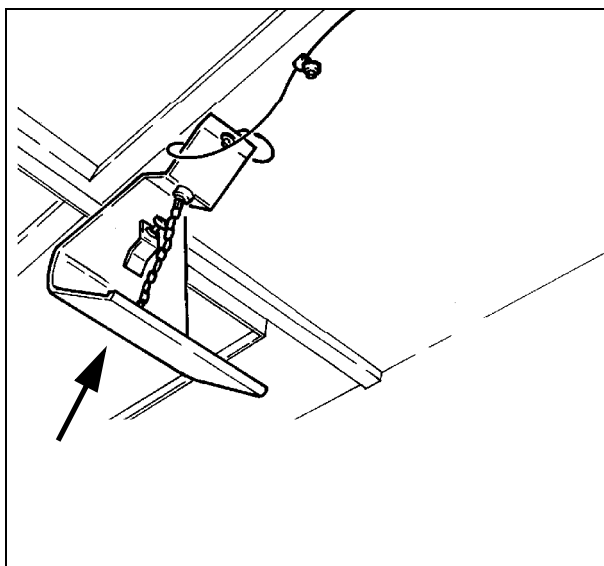
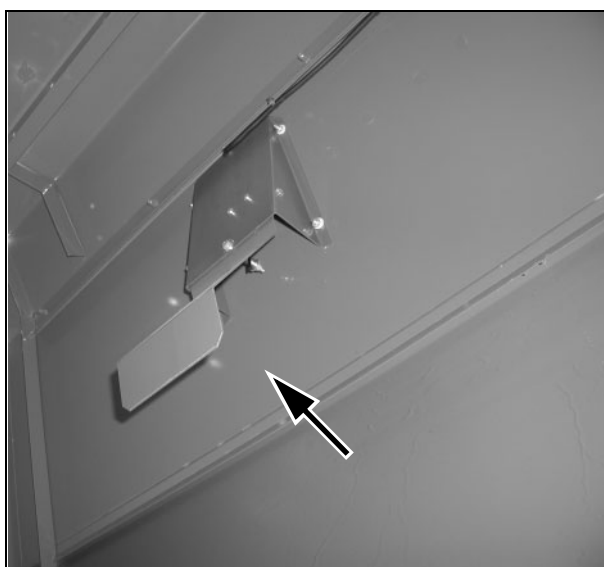

Рис. 27
Рис. 28
- 1.) работу аварийной сигнализации перегрузки клавишного соломотряса (Рис. 27) и засорения соломорезки (Рис. 28). Давление на дефлектор вызовет срабатывание главного устройства подачи звукового сигнала.